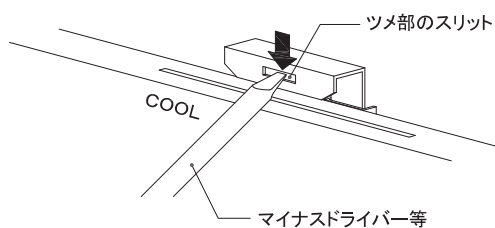

図12 ツメのおろし方①
- ツメをおろす際は、ツメ部のスリットにマイナスドライバーなどを引っ掛けてある程度ツメをおろした後、ツメの上面を押さえて最後までおろしてください。(図12、13参照)